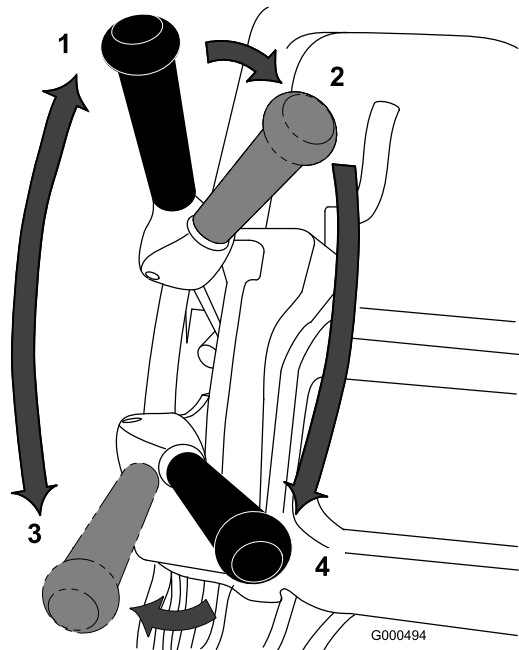

Figura 20
1. Ligue o motor, coloque o regulador a uma velocidade reduzida, empurre o manípulo para levantar a unidade de corte, desloque a alavanca de tracção para a posição Engatado, e leve o cortador até uma ponta do relvado (Figura 20).
2. Coloque a alavanca de tracção na posição Desengatada e engate a transmissão do cilindro (Figura 20).
se movimento à velocidade desejada, conduza o cortador para o relvado, desça a dianteira do cortador e comece a operação (Figura 20).